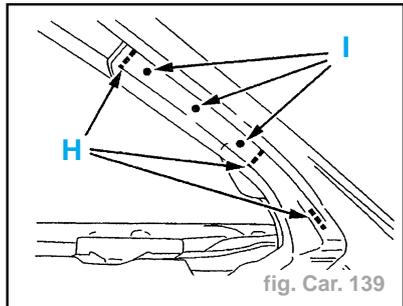

fig. Car. 139
- Souder par cordon au MIG (suivant **H**) (fig. Car. 139).